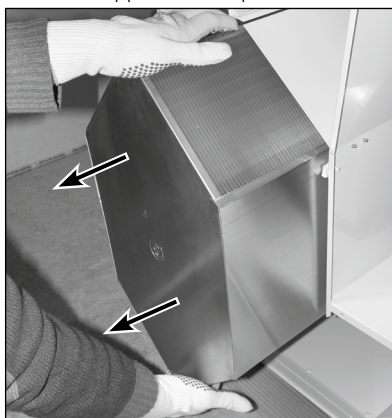

Fig. 8
4. Pour réduire le poids, retirer l'échangeur à contre-courant de l'appareil (voir Fig. 8).